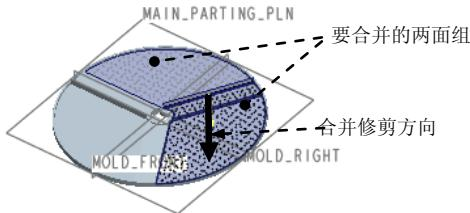

图 5.20 定义合并方向
- (1) 按住 Ctrl 键, 选取图 5.20 所示的两个面组 (上步创建的合并面组和相邻的填充面组)。
- (2) 单击 **分型面** 操控板中 **编辑** \downarrow 区域的 **合并** 按钮, 此时系统弹出“合并”操控板。
- (3) 定义合并修剪的方向, 调整合并方向, 如图 5.20 所示。
- (4) 在“合并”操控板中单击 \checkmark 按钮。